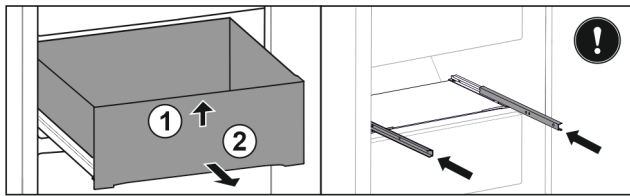

Fig. 147
- ▶ Schubfach vorne anheben. Fig. 147 (1)
- ▶ Schubfach nach vorne entnehmen. Fig. 147 (2)